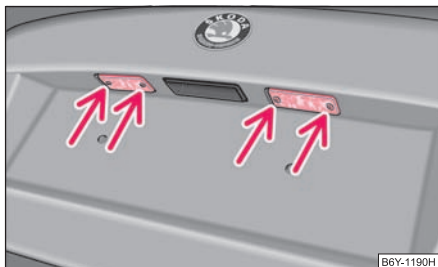

Abb. 215 Kennzeichenleuchte ausbauen
- Öffnen Sie die Gepäckraumklappe und schrauben Sie das Leuchtenglas ab ⇒ Abb. 215.